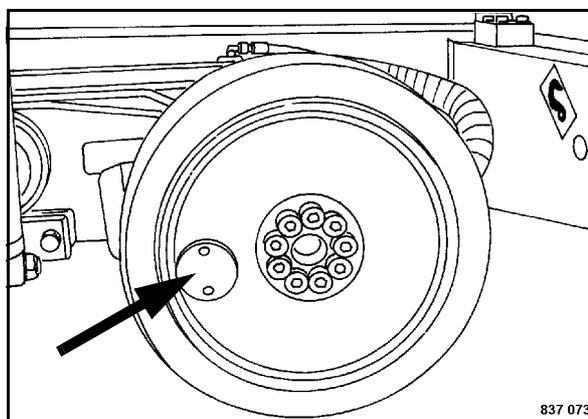

Fig. 212
- Smontare il coperchio (Fig. 212)